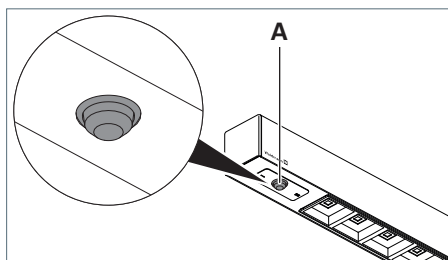

Fig. 4: PIR-Sensor, Ausführung R.
- Stellen Sie den Kugelsensor **A** des PIR-Sensors in die gewünschte Richtung, siehe Fig. 4.